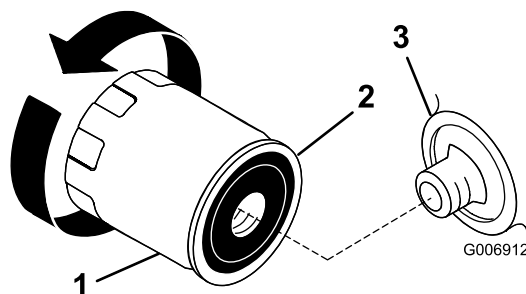

Figura 19
- Retire el filtro usado y limpie con un paño la superficie de la junta (Figura 19) del adaptador del filtro.
- Aplice una capa fina de aceite nuevo a la junta de goma sobre el nuevo filtro de aceite (Figura 19).
- Gire el filtro de aceite en el sentido de las agujas del reloj hasta que la junta de goma entre en contacto con el adaptador del filtro, luego apriete el filtro de aceite media o tres cuartos de vuelta más (Figura 19).